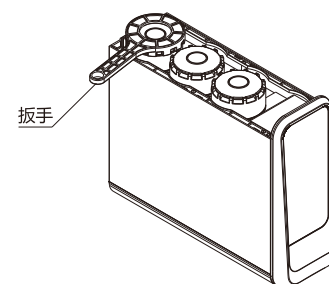
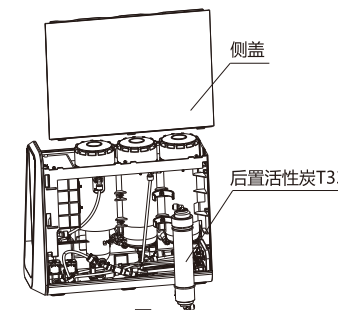

图1
图2
①. 关闭进水三通球阀和压力桶球阀，打开龙头，让机器运行一段时间排空机器内部的残留水，关闭电源。
②. 用配套的滤芯扳手将需要更换的滤芯瓶盖打开,如图1。取出滤芯，更换后拧紧滤芯盖。后置活性炭出厂已经装配，更换时需要拆除侧盖更换，如图2。